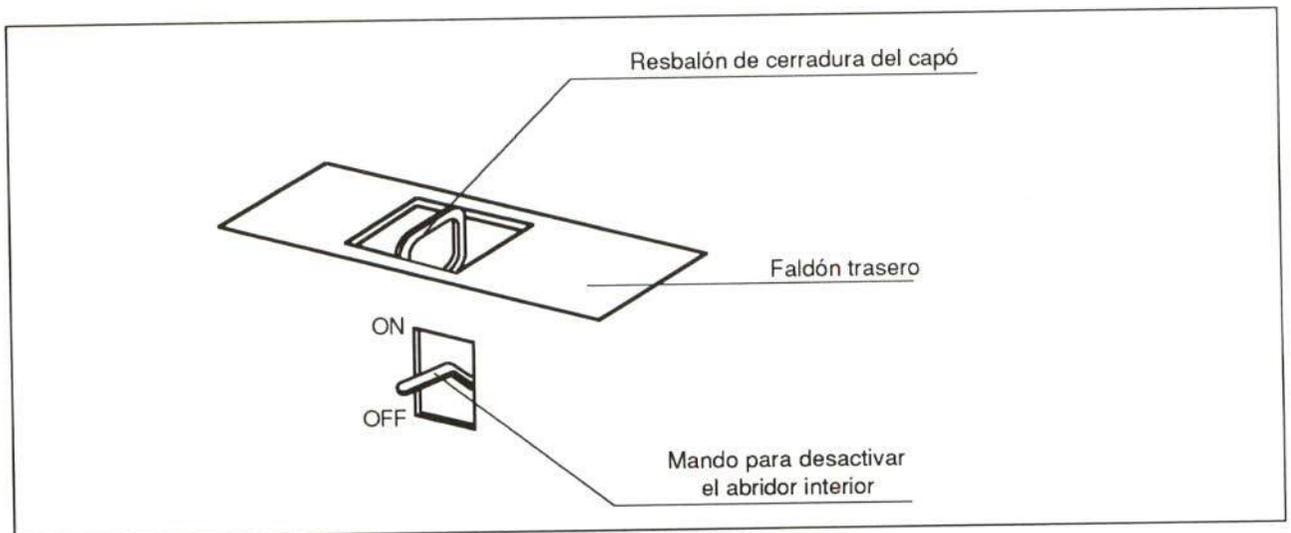

Figura 10.- Cerradura del maletero
**4.2.- Cerradura del capó maletero:** El maletero se abre mediante el mando situado junto al asiento conductor, en el habitáculo de pasajeros. No obstante, su cerradura incorpora un resorte para desactivar el mando del lado conductor. (figura 10)